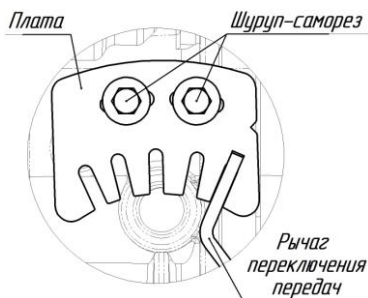

Рис.8.2.
- Выставить Плату по Рычагу переключения передач (как показано на Рис.8.2) и зафиксировать её Шурупами-саморезами.